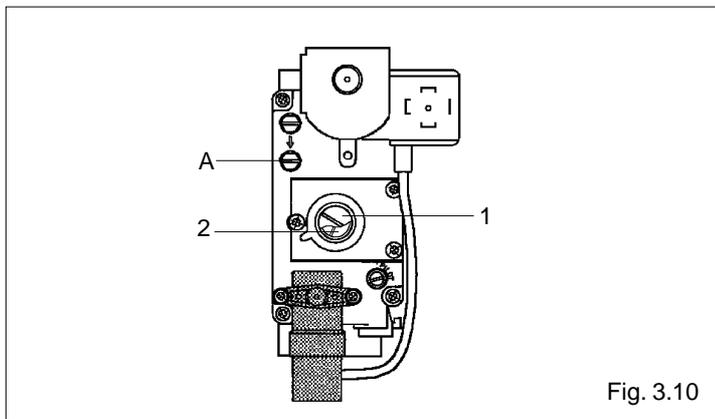

Fig. 3.10
- Desenroscar, hasta el tope el tornillo, el tornillo de la toma de presión (A) y conectar el manómetro (fig. 3.10).
- Quitar el tapón (1) (fig. 3.10).
- Enroscar el tornillo (2) del regulador de presión (fig. 3.10) hasta que en el manómetro se visualicen los siguientes valores:
- Reemplazar el tapón (1) con el “tapón horadado” proveído a equipo (fig. 3.10).